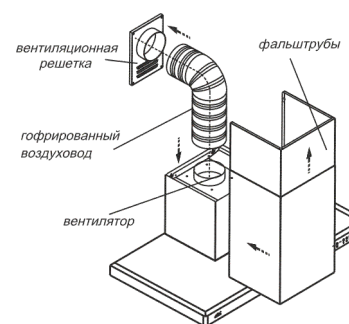

рис. 7
6.3 В зависимости от режима эксплуатации вытяжки соедините вентилятор с вентиляционной решеткой полужестким гофрированным воздуховодом (рис. 7) или установите на вентилятор **угольные фильтры***. Угольные фильтры устанавливаются на защитные корпуса вентилятора (рис. 8, 8А)
- будьте осторожны при установке фальштруб (рис. 7), не повредите поверхности из нержавеющей стали. Их легко поцарапать.